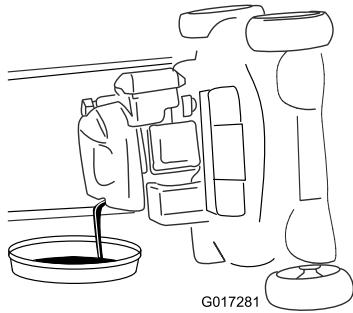

Bild 33
6. Entfernen Sie den Peilstab und lassen das Altöl in eine Ölauffangwanne ablaufen (Bild 33).